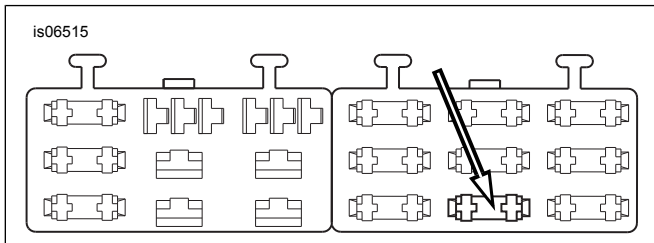

Figura 25. Kavità tal-Blokka tal-Fjus "MIFTUHA" (Dyna tal-2004 u Wara)
3. Ara Figura 25 . Neħhi l-vit tal-ert (1), li jinsab:
4. Ara Figura 25 . Sib il-kavità tal-fjuż (1) indikata bħala "MIFTUHA" fuq il-cover tal-blokka tal-fjuż fil-blokka tal-fjuż tal-lemin. Daħħal it-terminal fuq il-wajer oranġjo/abjad tal-adapter sakemm jieqaf. Irreferi għal terminal fil-qrib li gie installat mill-fabbrika halli tqabbel miegħu biex tivverifika l-korrettezza tal-orjentazzjoni u l-fond.